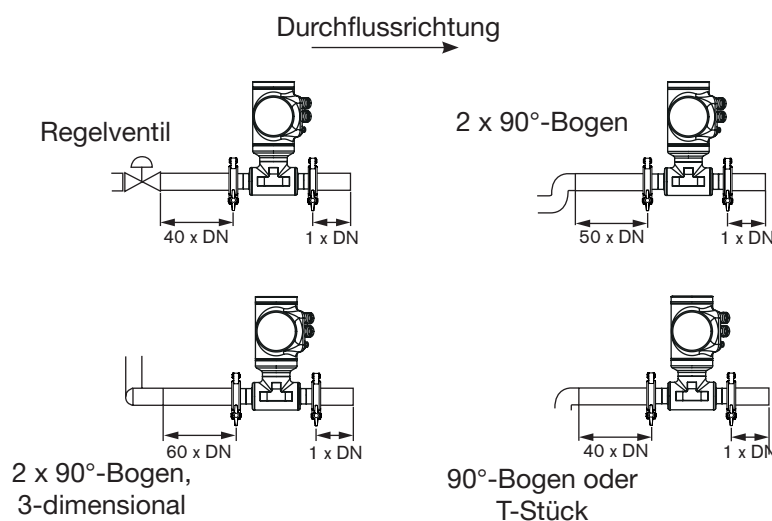

Abb. 14: Mindesteinlaufstrecken und Mindestauslaufstrecken je nach Rohrleitungsdesign (Beispiel für einen horizontalen Einbau)
- Wenn Sie das Gerät nicht vor einem Ventil oder jeglicher Ausrüstung installieren können, die den Rohrlungsdurchmesser oder die Rohrleitungsrichtung ändern, beachten Sie die geraden Auslaufstrecken je nach Rohrleitungsvariante. Siehe Norm ISO 9104:1991 und Abb. 14. Wenn diese Empfehlungen nicht eingehalten werden können, Bürkert kontaktieren.